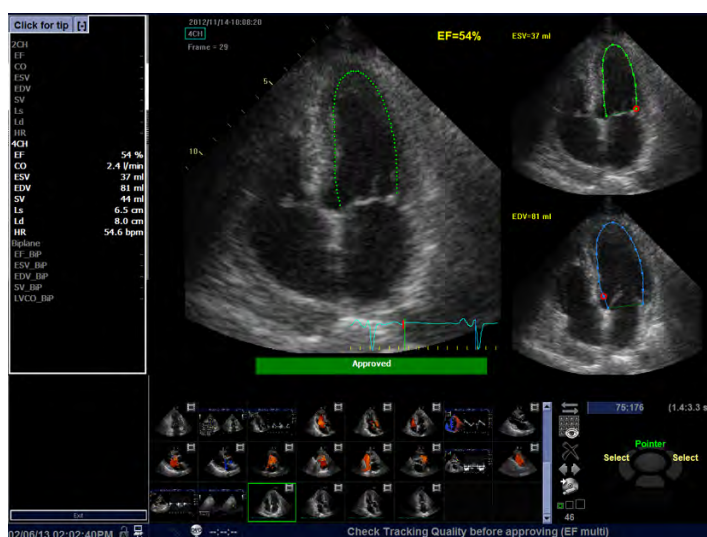

Рис. 13-119. Несколько экранов с результатами измерений AutoEF
После завершения обработки отобразится экран с результатами фракции выброса (EF) (Рис. 13-119 на стр. 13-281).
ПРИМЕЧАНИЕ: *Результаты двухплоскостного режима (BiP) отобразятся на экране (Рис. 13-119) только после измерения обеих проекций — 2-камерной и 4-камерной.*
Для каждой проекции в мини-отчете появляется экран с результатами, который содержит расчет фракции выброса (EF) (Рис. 13-119 на стр. 13-281). Мини-отчет появляется в левой части окна результатов.